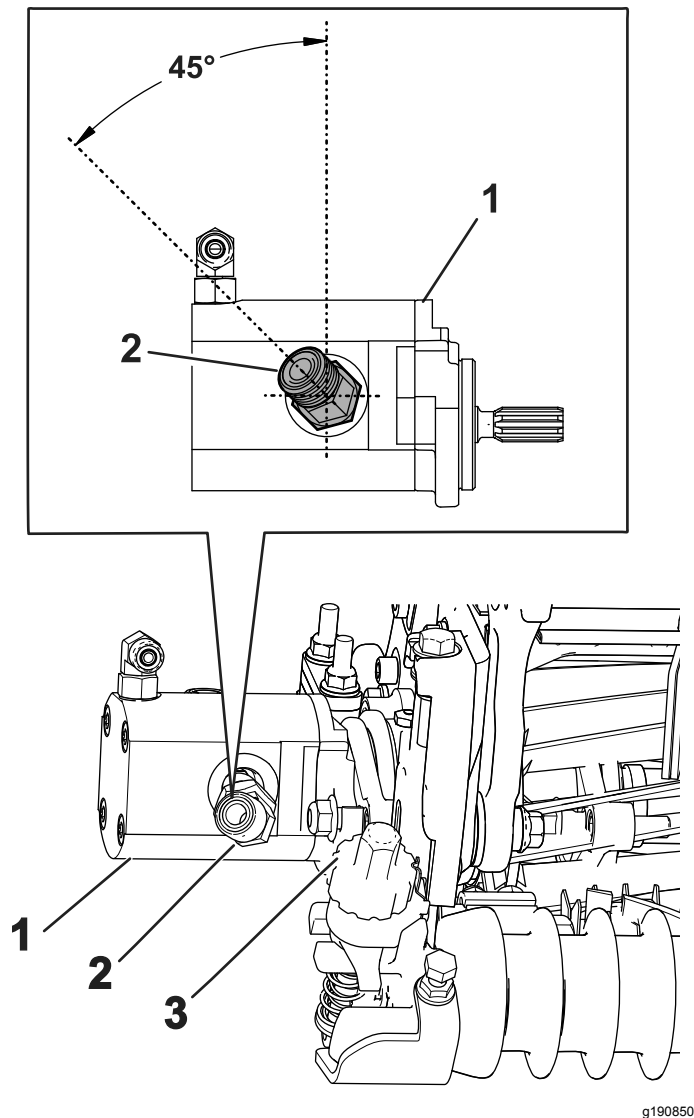

Figure 21
4. Posez le raccord à 45° neuf en positionnant le coude comme montré à la Figure 21. Serrez le raccord à un couple de 47 à 58 N·m (35 à 43 pi-lb).